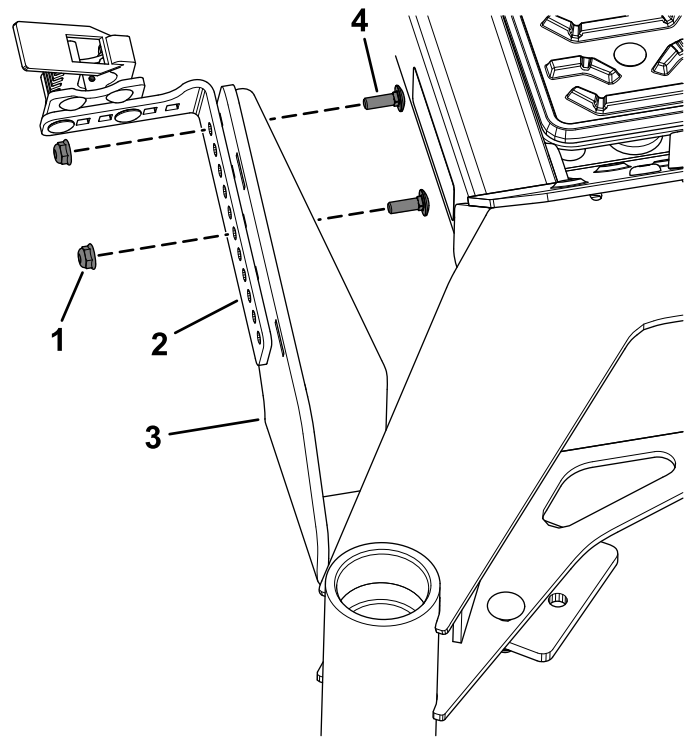

Figure 8
2. Fixez la bride de montage sur le support inférieur de la débroussailleuse à l'aide de 2 boulons de carrosserie (1/4" x 3/4") et 2 écrous à embase (1/4"), comme montré à la Figure 8.